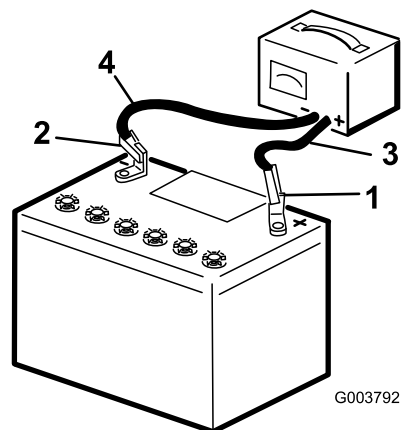

Figura 36
3. Cuando la batería esté completamente cargada, desconecte el cargador de la toma de electricidad, luego desconecte los cables del cargador de los bornes de la batería (Figura 36).
2. Cargue la batería durante 10 a 15 minutos a 25–30 amperios, o durante 30 minutos a 4–6 amperios (Figura 36). No sobrecargue la batería.